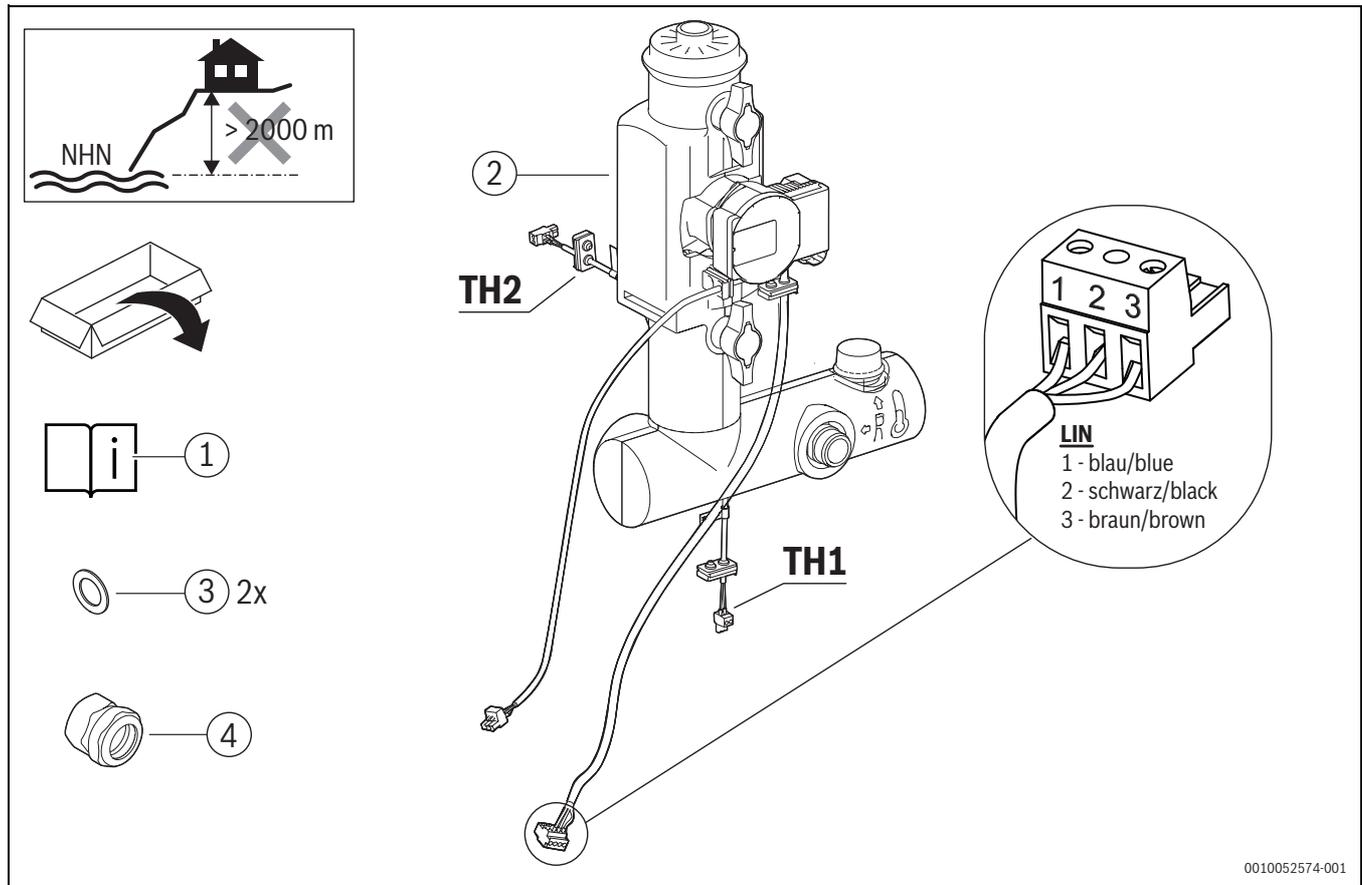

Bild 1 Lieferumfang HF-Set HYC40B
- Rohrgruppe HF-Set HYC40B (→Bild 1).